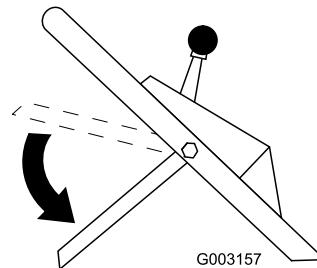

Figura 21
8. Mueva la barra de control a su posición más baja (Figura 21).